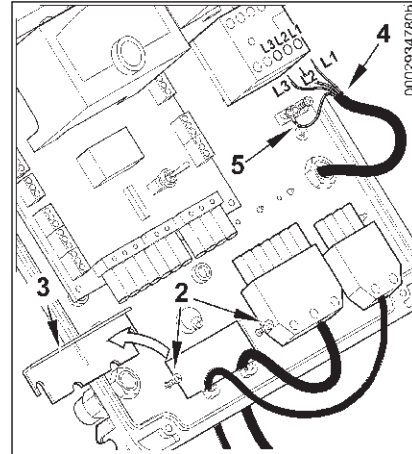

Figura 2
- Aflojar los tornillos (2) y, después de haber quitado la plaquita aprieta cables (3), pasar a través del agujero las dos clavijas de 7 y de 4 polos (véase figura 2). Conectar los cables de alimentación (4) al telerruptor, fijar el cable de tierra (5) y apretar el prensacable correspondiente.